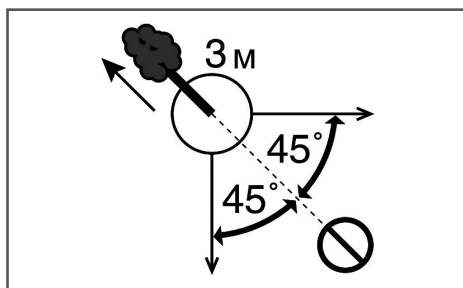

Рис.10 Расчет пути отхода
3. Когда дерево начнет падать, путь отхода должен быть направлен по диагонали в сторону, противоположную направлению падения, под углом 45 градусов. Вы должны отойти минимум на 3 метра от ствола, на тот случай, если во время падения комель дерева отскочит в сторону (Рис. 10).